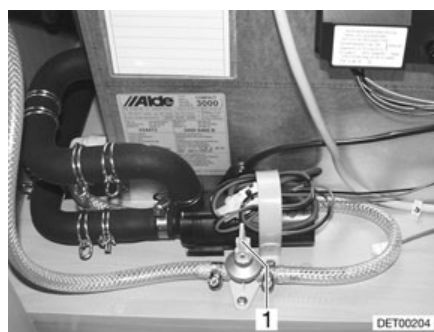

Fig. 240 Robinet de vidange
- Fermer tous les robinets de vidange. Placer le levier à bascule (Fig. 240,1) en position horizontale.